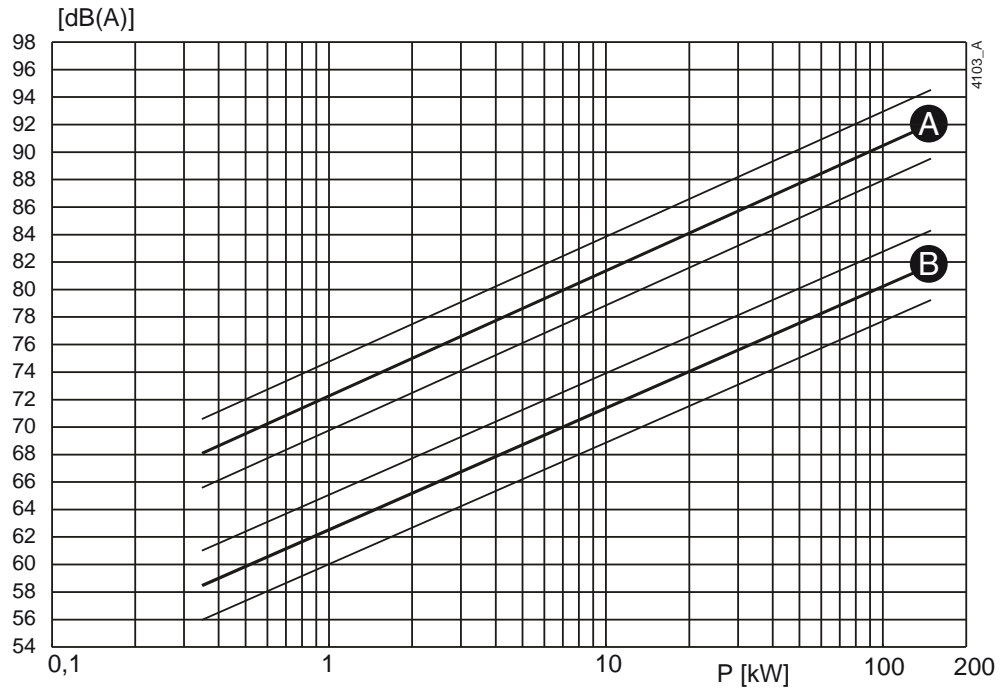
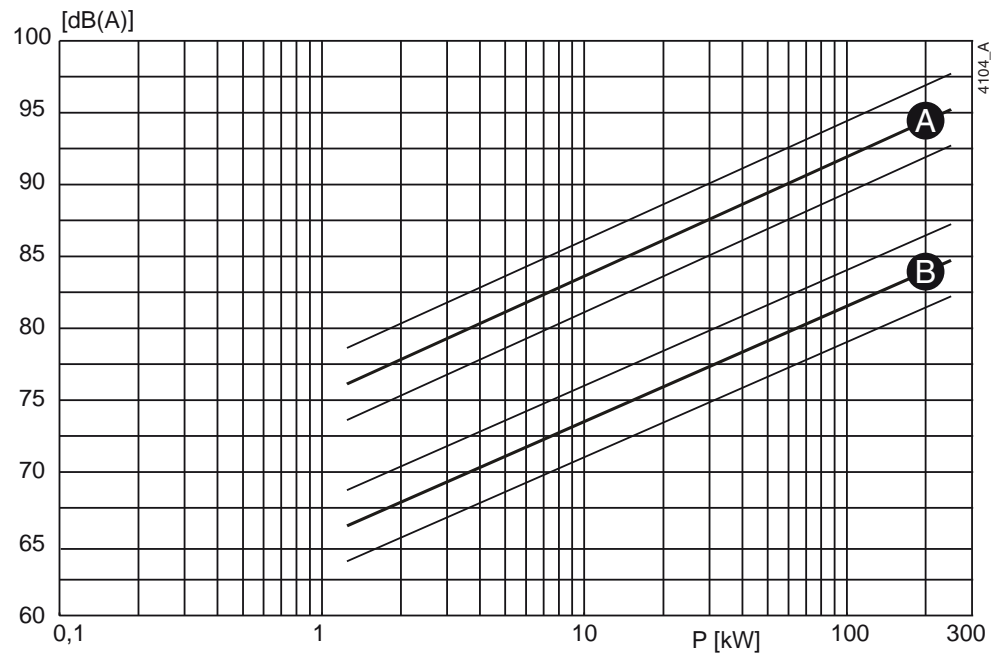

Figura 97: El ruido como función de la capacidad de la bomba [kW] a  $1450 \text{ min}^{-1}$
Figura 98: El ruido como función de la capacidad de la bomba [kW] a  $2900 \text{ min}^{-1}$
- 1 Para determinar el nivel de ruido (L1) de la bomba, consulte Figura 97 o Figura 98.